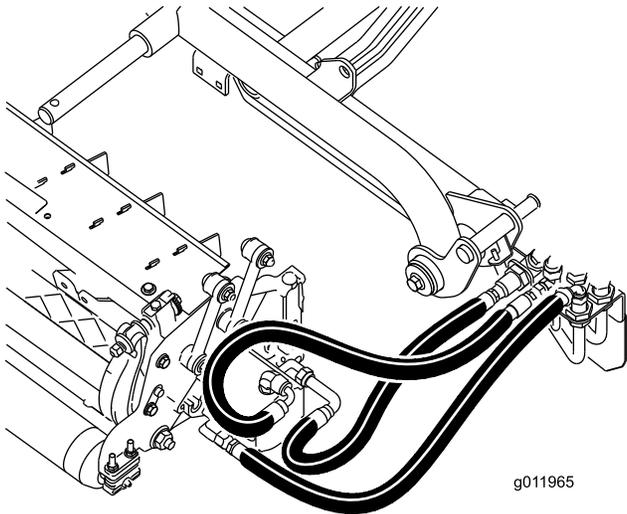

图 22
**重要事项** 确保软管没有任何扭曲或急弯且后滚刀组软管的布置如图 22 中所示。提升滚刀组并移到左侧型号 03171。后滚刀组软管不得与牵引索支架接触。必要时重新调整接头和/或软管的位置。